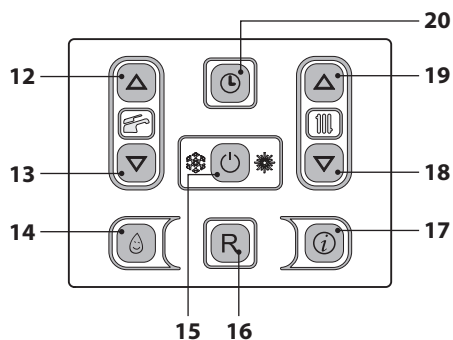

Figura 2.7
- Tenere premuto per 2 secondi il tasto 15 fino a far apparire sul display il simbolo  Figura 2.7.
La temperatura dell'acqua calda di mandata riscaldamento è regolabile agendo sui tasti 18 (diminuzione) e 19 (aumento) (Figura 2.7) da un minimo di circa 25°C ad un massimo di circa 85°C. Alla prima pressione di uno dei due tasti si ha la visualizzazione del valore di "set", alla seconda pressione si accede alla modifica. Trascorsi 5s dall'ultima modifica esce dal menu.
Comunque se la temperatura ambiente non dovesse essere confortevole si può aumentare o diminuire la temperatura di mandata dell'impianto riscaldamento di $\pm 15^\circ\text{C}$ agendo sui tasti 18 (diminuzione) e 19 (aumento) (Figura 2.7).